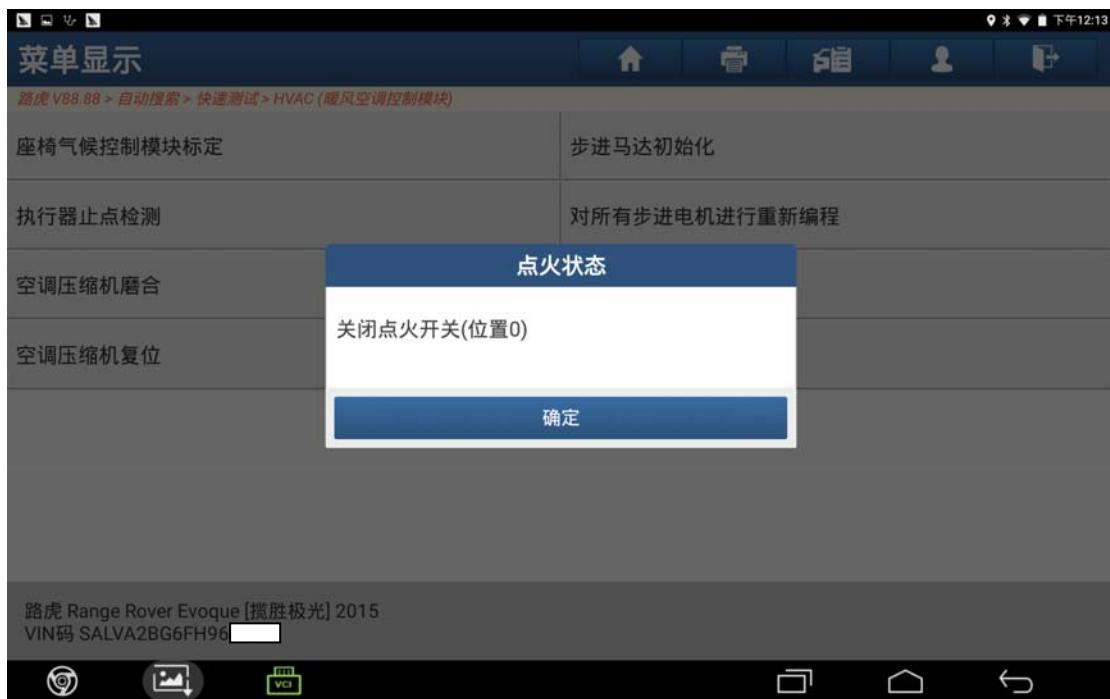

图 17
17). 根据提示操作满足条件后点击“确定”进入下一步（如图 17）；